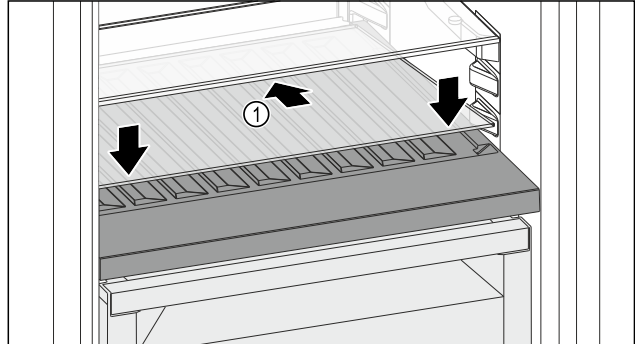

Fig. 153
- ▶ Glasplatte Fig. 153 (1) schräg und nach hinten unten geneigt ansetzen.
- ▶ Glasplatte Fig. 153 (1) vorne absenken.